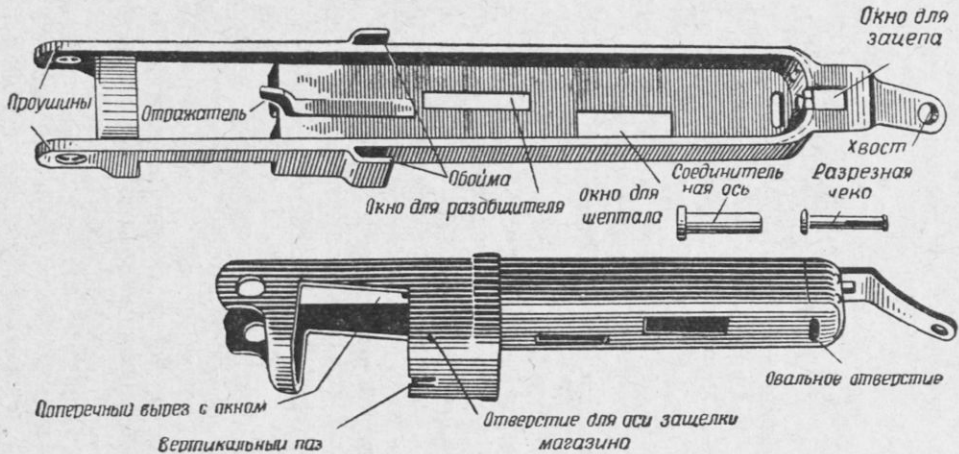

Рис. 8. Затворная коробка
**7. Затворная коробка** (рис. 8) служит для соединения основных частей автомата и движения в ней затвора. Она имеет: а) **проушины** для соединения со ствольной коробкой; б) **окно** для магазина; в) **вертикальный паз** для защёлки магазина; г) **обойму** для соединения с передней частью ложи и спусковой коробкой; д) **внизу два окна**: переднее — для разобщителя, заднее — для шептала спускового рычага; овальное отверстие — для заднего выступа спусковой скобы; е) в задней стенке **гнездо**, куда входит конец направляющего стержня; ж) в задней части **хвост**, который имеет окно для прохода зацепа защёлки ствольной коробки; **отверстие** для прохода хвостового винта; з) **внутри отражатель**, который служит для отражения гильзы; и) **внизу защёлку** магазина с пружиной.